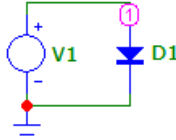

Рис. 6.1. Схема для получения ВАХ диода
2.2. Постройте на экране дисплея схему для определения ВАХ диода (параллельное соединение источника постоянного напряжения и диода), приведенную на рис. 6.1.